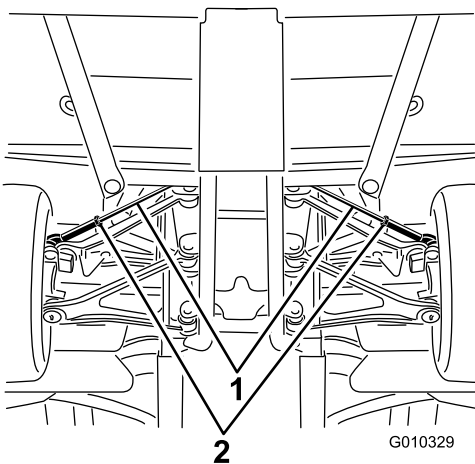

**Figura 49**
- Meça a distância de centro a centro (à altura do eixo) na zona dianteira e traseira dos pneus da direção (Figura 49).